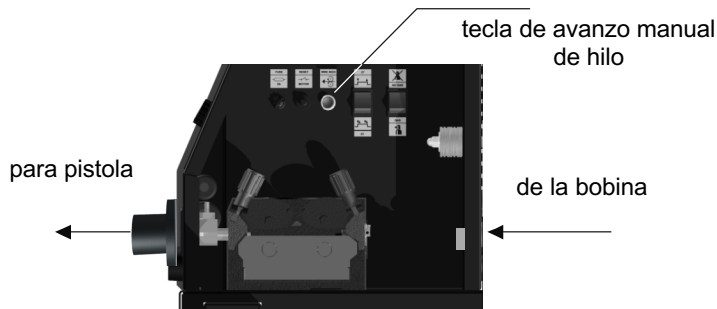
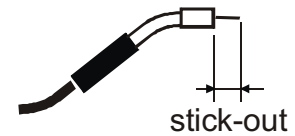

Fig.12
Fig.14
5.10 – Pulsar continuamente la tecla manual de avance de hilo ((Fig. 12 - wire inch) situada en el panel interior del alimentador; el motor roda a la velocidad seleccionada por el potenciómetro de regulación; Libertar la tecla para parar el motor cuando el hilo quede posicionado 50 mm fuera de la antorcha (stick-out Fig.14). Aplicar el tubo de contacto de la antorcha.